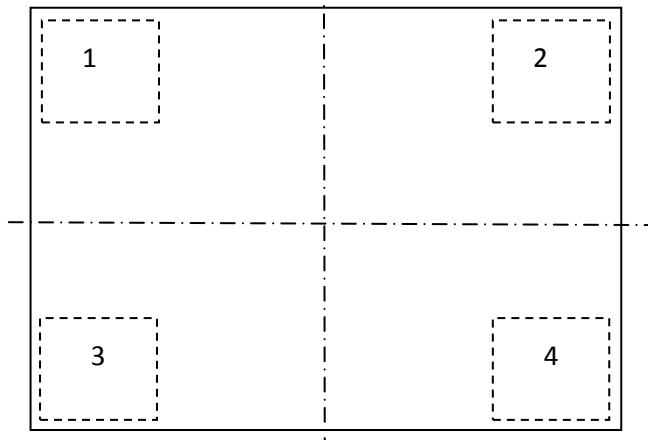

Рис. 1.1 - Места приложения нагрузки при юстировке углов модуля 4D_ (вид сверху)
1.2.1.3 Разделить визуально платформу модуля на квадранты (см. Рис. 1.1).
1.2.1.4 Установить гири в угол (см. Рис. 1.1).